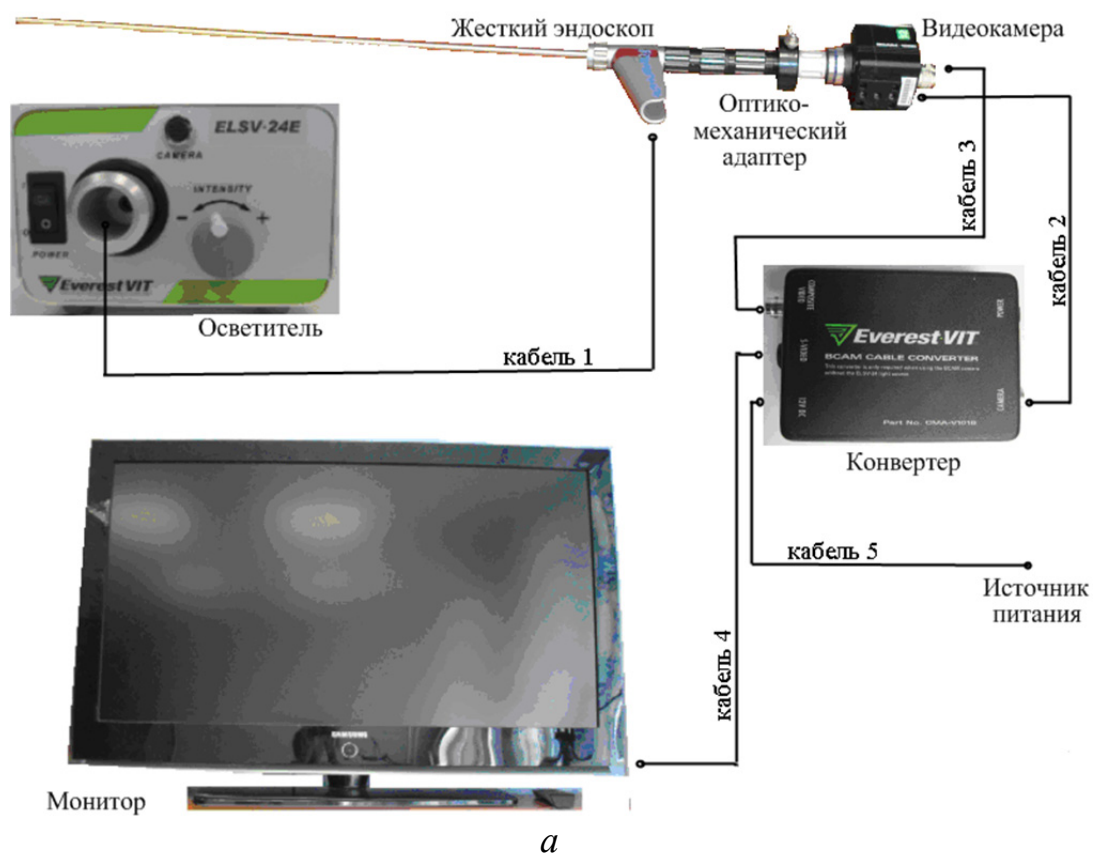

Рис. 4.17. Видеосистема с жестким эндоскопом с качающейся призмой
3. Собрать схему устройства вывода изображения на монитор, показанную на рис. 4.17, и провести визуальный осмотр. Для вывода изображения на экран необходимо: